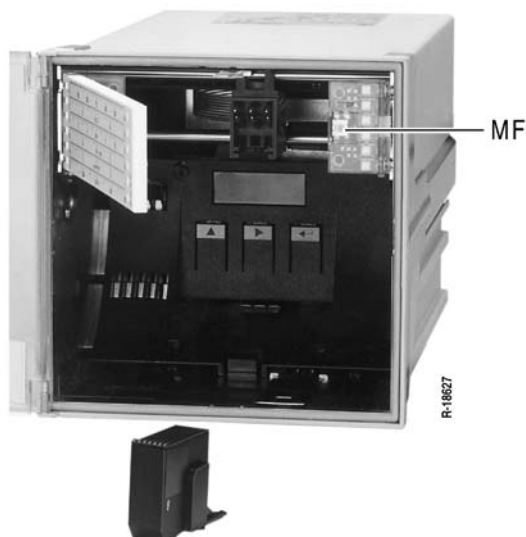

Bild 8 Farbkopf einsetzen (Skalenausführung)
Skalenausführung (siehe Bild 8)
6. Farbkopf gemäß Bild 8 einsetzen.